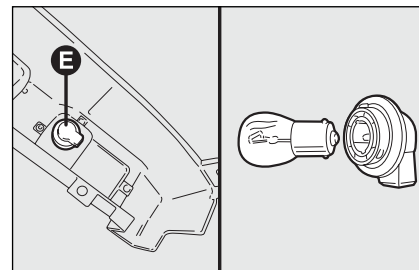

fig. 30d
- draai de lamphouder **E** linksom (1/8 slag), verwijder de lamp met bajonetfitting door hem iets in te drukken en naar links te draaien en vervang vervolgens de lamp **fig. 30d**.